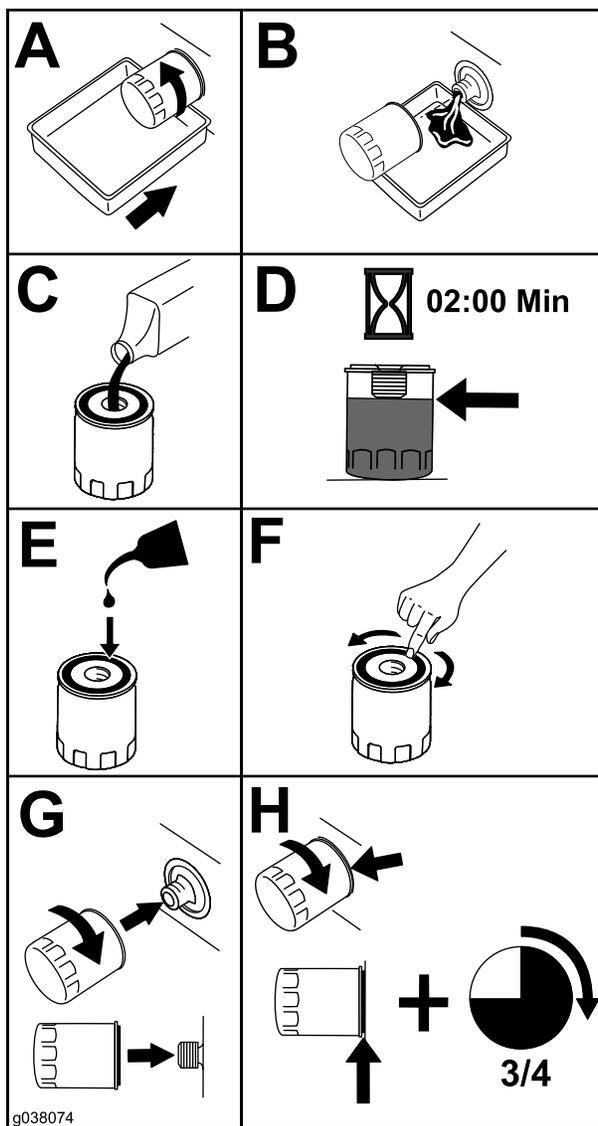

Figure 57
5. Remplacez le filtre à huile moteur comme montré à la Figure 57.